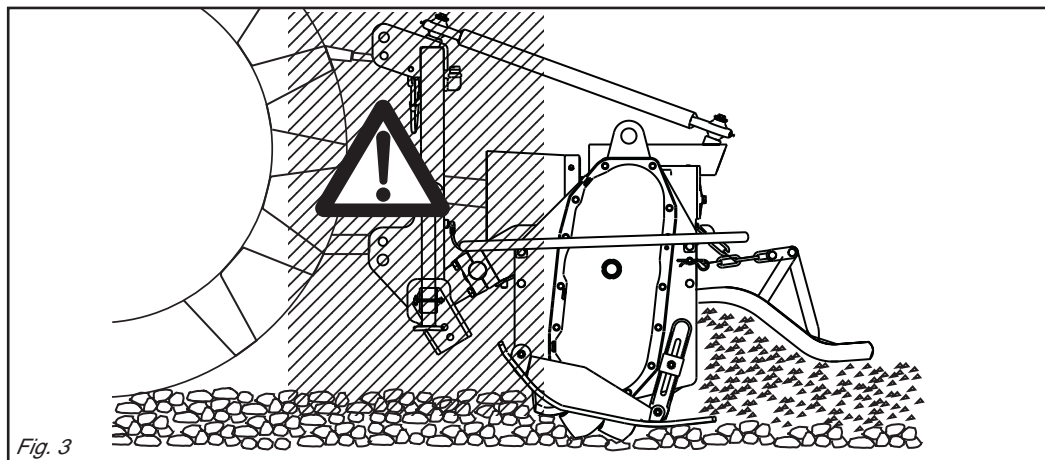

Fig. 3
- 25) È assolutamente vietato interporci tra il trattore e la macchina (Fig. 3) con motore acceso e cardano inserito nonché senza aver azionato il freno di stazionamento ed aver inserito, sotto le ruote, un ceppo o un sasso di bloccaggio.
- 29) È assolutamente vietato interporci fra il trattore e l'attacco della macchina per manovrare il comando dall'esterno per il sollevamento (Fig. 3).
- 25) *It is absolutely forbidden to stand between the tractor and the machine (Fig. 3) when the engine is running and the cardan shaft is engaged without having first engaged the hand brake and placed a block or stone under the wheels to prevent them from moving.*
- 29) *It is absolutely forbidden to stand between the tractor and the machine when manoeuvring the lift control from the outside (Fig. 3).*
- 25) Es ist absolut verboten, bei laufendem Motor und eingeschalteter Gelenkwelle zwischen den Schlepper und das Maschine zu treten (Abb. 3). Dazu muß die Feststellbremse gezogen werden und unter die Räder ein Bremskeil oder ein großer Stein gelegt worden sein.
- 29) Es ist absolut verboten, zwischen den Schlepper und den Anschluß zu treten, um die Aushebung von außen zu betätigen (Abb. 3).
- 25) *Il est absolument interdit de se mettre entre le tracteur et la machine (Fig. 3) quand le moteur est en marche et le cardan enclenché, sans avoir tiré le frein de stationnement et bloqué les roues avec une cale ou un caillou.*
- 29) *Il est absolument interdit de se mettre entre le tracteur et la machine pour manoeuvrer la commande de relevage de l'extérieur (Fig. 3).*
- 25) Está terminantemente prohibido colocarse entre el tractor y la máquina (Fig. 3) con motor encendido y cardán inserido, o sin haber accionado el freno de estacionamiento y de colocar, debajo de las ruedas, una piedra u otro elemento de bloqueo.
- 29) Está absolutamente prohibido colocarse entre el tractor y el enganche para maniobrar el mando desde el externo en la fase de elevación (Fig. 3).